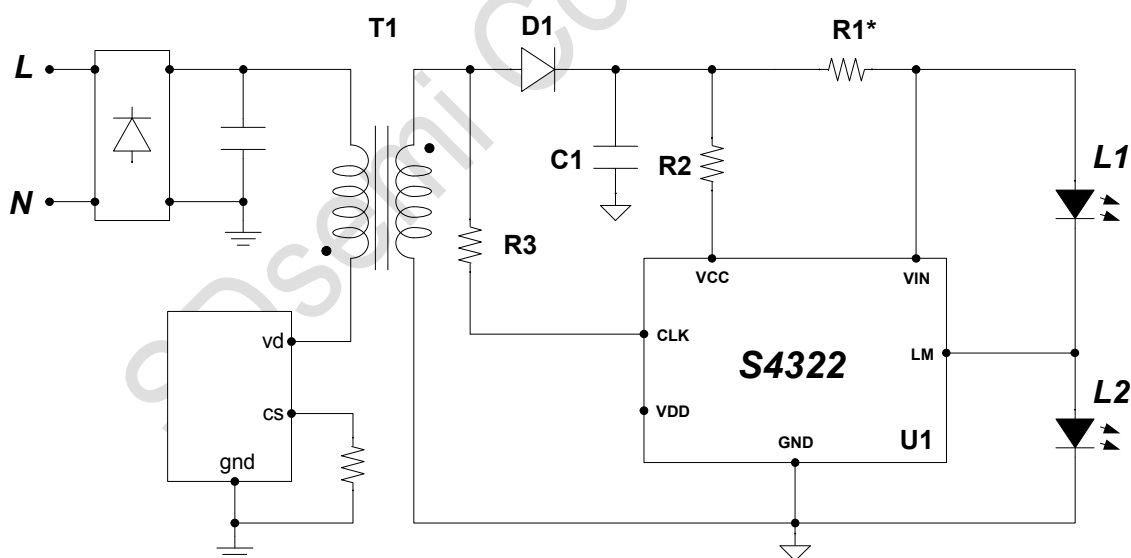

图1 S4322 典型应用图
- 1) 应用中必须先接好 LED 灯板之后才能接入交流电。接好 LED 灯板之后再接入交流电的目的是为了避免输出电容瞬间放电造成 S4322/R 内置开关管的烧毁，特别在空载电压过高和输出电容较大的时候。为了避免瞬间电流过大造成内部开关管烧坏，建议添加如图 1 所示的电阻 R1*。
- 4) 输出电容（即如图 1 所示的 C1）在允许的情况下尽量用小，建议使用 22uF 以下的输出电容。
- 6) 在设计 S4322/R 的 PCB 板时，遵循以下原则：① VDD 旁路电容应尽量紧靠芯片 VDD 和 GND 引脚；② S4322/R 的地线单点接到输出电容的负极。